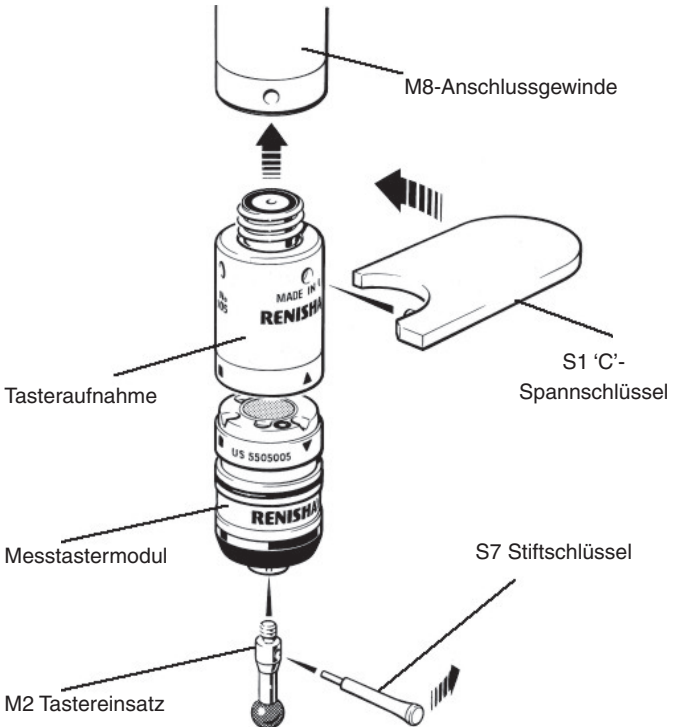

Abbildung 5 - Montage des Messtasters TP20 an einen Tastkopf
Um den Messtaster TP20 an einem Tastkopf zu befestigen, sind folgende Prozeduren durchzuführen (siehe Abbildung 5):
2. Bringen Sie den S1 'C'-Spannschlüssel (im Lieferumfang enthalten) so zur Tasteraufnahme, wie in Abbildung 5 abgebildet.
Folgende Prozedur muss ausgeführt werden, um einen Tastereinsatz an das Messtastermodul anzubringen (siehe Abbildung 5):